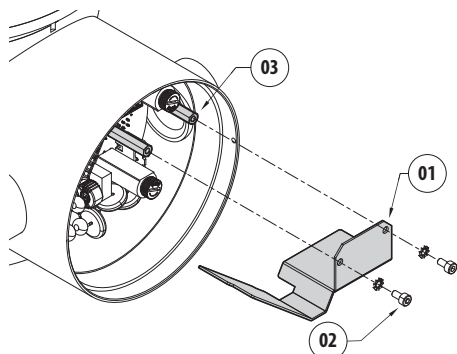
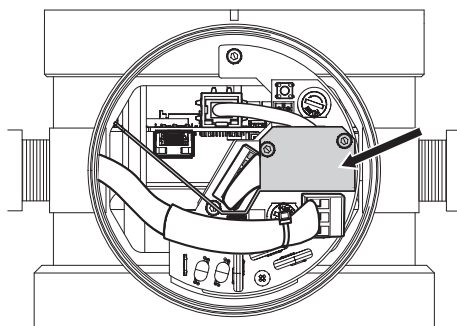

Fig. 17
Fig. 18
Fissare la barriera (01) con le apposite viti e rondelle (02) ai distanziali predisposti (03) (Fig. 17, pagina 27 ed Fig. 18, pagina 27).